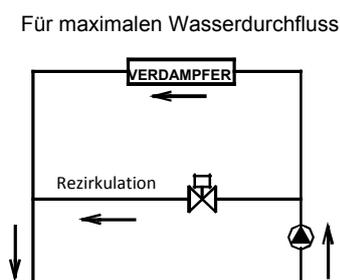

Abb. 4-3
- c. Die Zuleitung des Gerätes sollte mit einem Strömungsschalter als Stoppschutz bei fehlendem Durchfluss im Gerät versehen sein. Beide Enden des Strömungsschalter müssen mit waagerechten geraden Rohrschnitten versehen sein, die den 5-fachen Durchmesser des Einlaufrohres haben. Der Strömungswächter muss streng nach der "Flow Switch Installation and Adjustment Guide" (Fig. 4.3~4.4) installiert werden. Die Leitungen der Strömungsschalter müssen mit einem geschirmten Kabel zum Schaltkasten geführt werden (Details siehe "Anschlussplan"). Der Arbeitsdruck des Strömungsschalter beträgt 1,0 MPa, und seine Interferenz hat einen Durchmesser von 1 Zoll. Nach der Installation der Rohrleitung wird der Durchflussschalter richtig eingestellt, um den Wasserdurchfluss des Gerätes zu berücksichtigen.